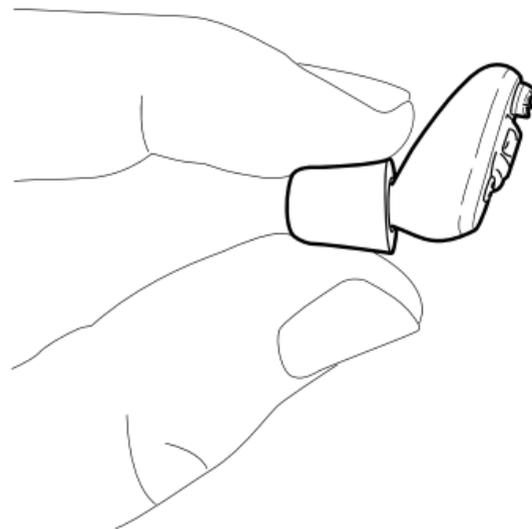

Рис. 1.7
3. Сожмите пальцами ушную вставку (рис. 1.7).